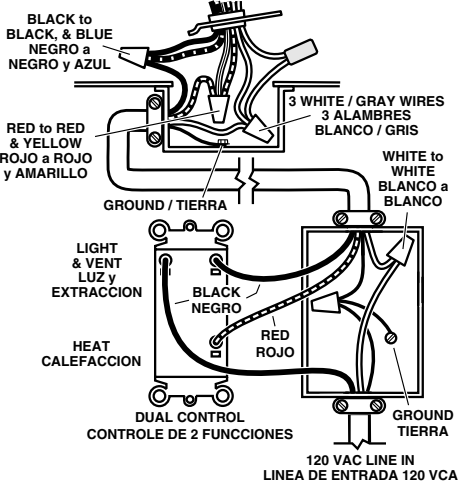

FIG. 7
1. Protect motor, bulb sockets and wiring from construction dust, drywall spray, paint, etc. by using the plaster shield. Cut it from the carton and follow directions printed on it. (Fig. 7)
contra el polvo de la construcción, rocíos de yeso, pintura, etc., usando el escudo de yeso. Córtelo de la caja de cartón y siga las instrucciones que aparecen impresas en la misma. (Fig. 7)